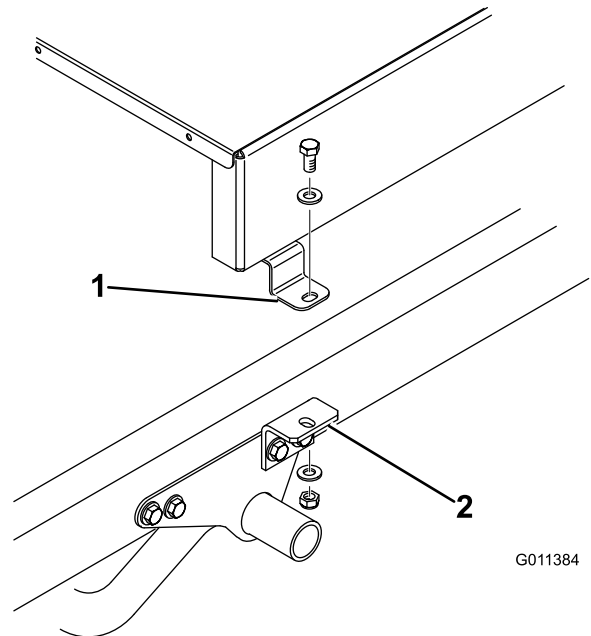
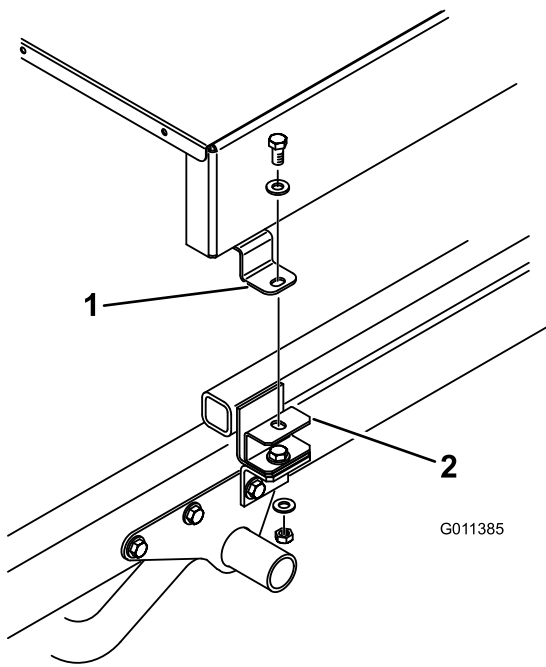

Figure 9
Figure 10
7. Fixez légèrement le haut de chaque support de fixation (Figure 9) ou entretoise de montage (Figure 10) à la patte de montage de chaque côté du TopDresser à l'aide d'une vis (1/2" x 1"), de 2 rondelles plates et de contre-écrous. Serrez toutes les fixations.